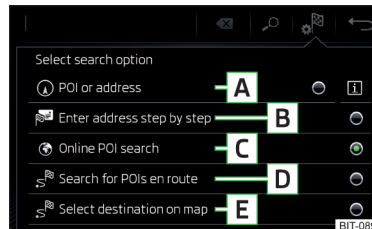

Abb. 183
Funktionsflächen » Abb. 183
- Anschließend die Funktionsfläche eines der Menüpunkte für die Zielsuche **A**, **C** oder **D** antippen » Abb. 183 auf Seite 154.
- › Anschließend die Funktionsfläche → **B** » Abb. 183 auf Seite 154 antippen.
- › Anschließend die Funktionsfläche → **E** » Abb. 183 auf Seite 154 antippen.